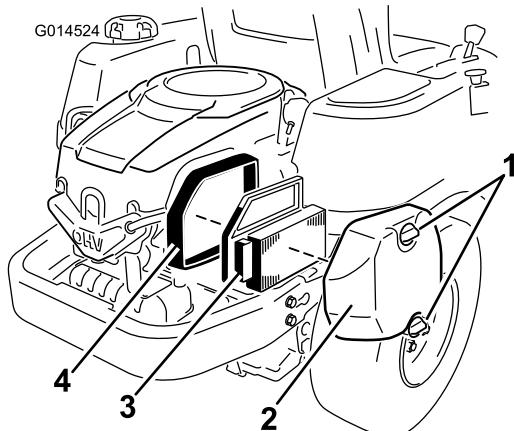

Figure 26
1. Déposez le couvercle du filtre à air (Figure 26).
2. Sortez l'élément du filtre à air avec le joint en caoutchouc intégré (Figure 26).
5. Installez l'élément en papier, côté plissé à l'extérieur, et engagez le joint en caoutchouc sur les bords de la base du filtre à air (Figure 26).
6. Reposez et fixez solidement le couvercle du filtre à air à l'aide des deux boutons (Figure 26).